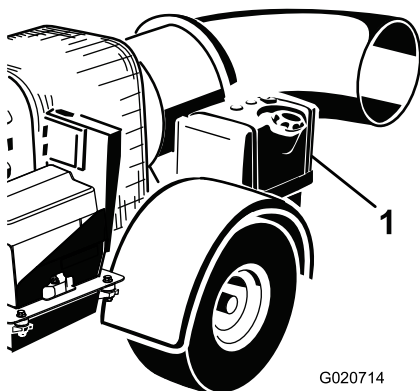

Figure 12
2. Nettoyez la surface autour du bouchon du réservoir de carburant et enlevez le bouchon (Figure 12).